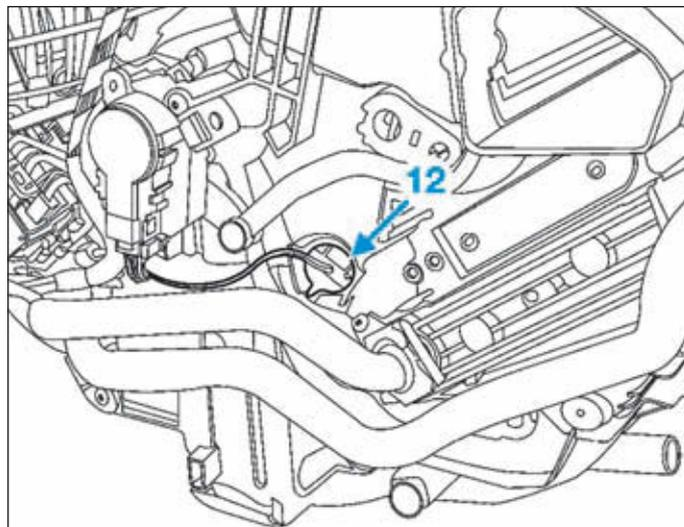

FIG.61
- Tourner la sonde de température évaporateur d'un quart de tour dans le sens antihoraire pour la sortir du boîtier (Fig.61).